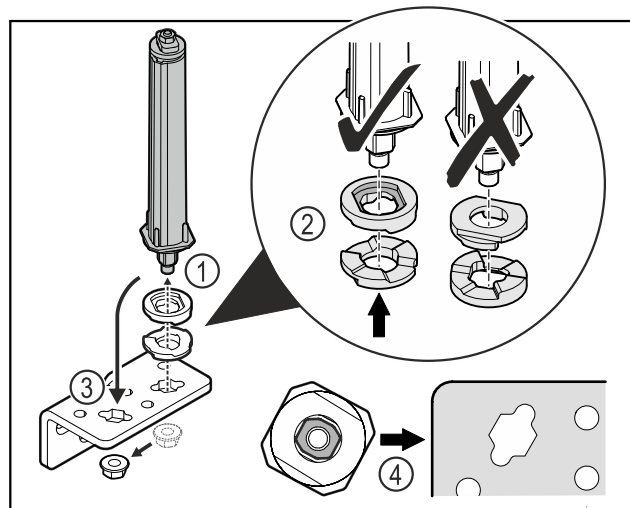

Fig. 31
- Løsn møtrikken, og afmonter dørlåsesystemet Fig. 31 (1).
- Sørg for, at højdejusteringsskiverne er justeret korrekt Fig. 31 (2).
- Flyt dørlåsesystemet i hængselvinklen, og fastgør det med møtrikken Fig. 31 (3).
- Når du indsætter det, skal du sørge for, at dørlåsesystemet flugter korrekt Fig. 31 (4).